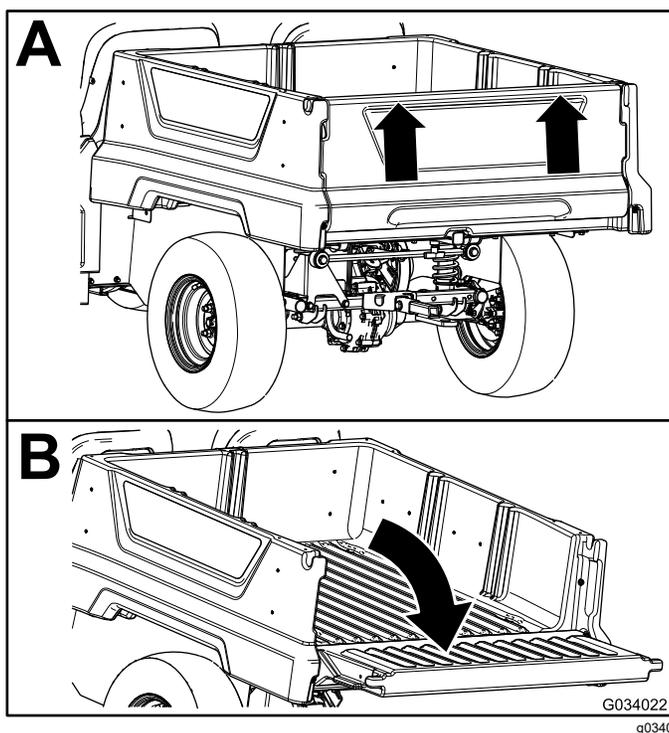

Рисунок 15
2. Двумя руками поднимите откидной борт, используя выступ около верхней части откидного борта (Рисунок 15).
3. Опустите откидной борт так, чтобы он был на одном уровне с дном грузового кузова (Рисунок 15).